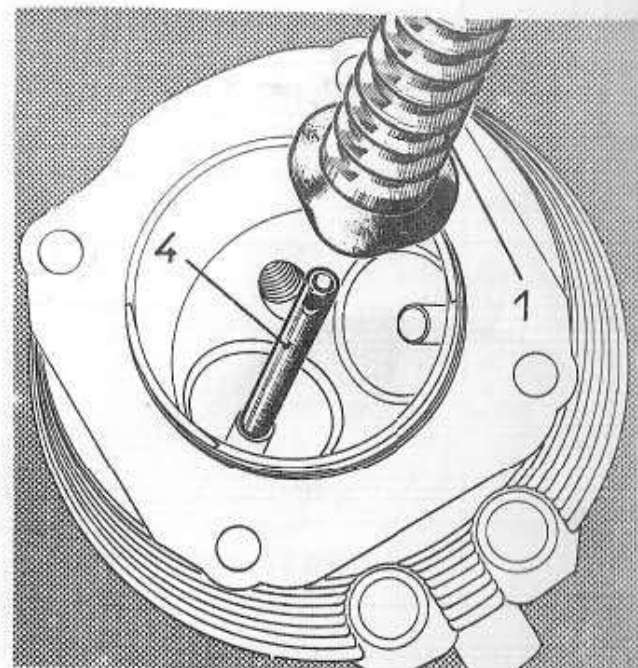

Fig. 17
Utiliser un rode-soupape à ventouses (3 - Fig.17) et effectuer le rodage de la soupape sur son siège.
111 - RECTIFICATION des SIEGES et RODAGE sur un CYLINDRE DEPOSE (Fig. 17)
Après décalaminage du fond de cylindre avec une brosse métallique ou un grattoir, poser un guide pilote (4) Fig.17 dans le guide de
soupape, puis réaliser le travail avec une meule à rectifier (1) commandée par un flexible (2 - Fig. 17).